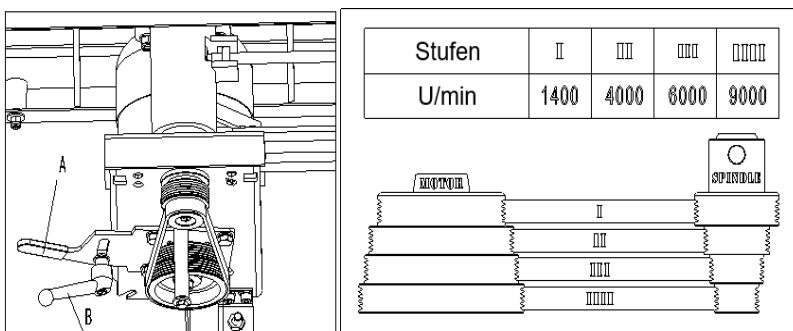

Abb.7-10: Änderung der Drehzahl
- ➔ Um die Spindeldrehzahl zu ändern, lösen Sie den Feststellgriff (Abb. 7-10, Pos. A) und schwenken die Motorbaugruppe zur Spindel.
- ➔ Stellen Sie den Riemen auf die gewünschte Drehzahl ein und ziehen Sie den Knopf (Abb. 7-10, Pos. B) fest.